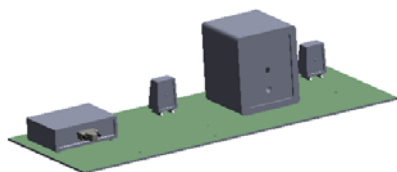

图 11.11.2 装配体
Step1. 打开文件 D:\sw15\work\ch11.11\electric_power.SLDASM，如图 11.11.2 所示。